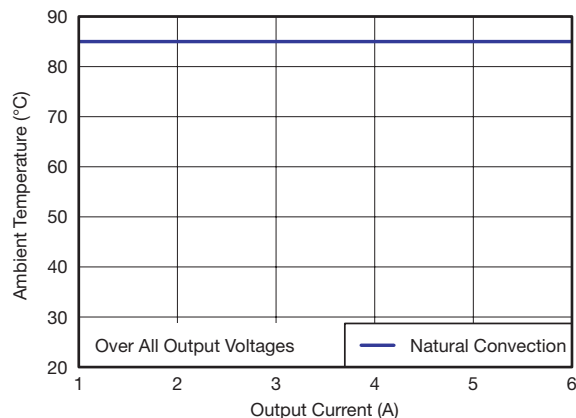

図 4. 安全動作領域
- (2) 温度ディレーティング曲線は、内部コンポーネントの温度がメーカーの指定した最高動作温度以下になる条件を表します。このディレーティング制限は、1オンスの銅を使用した、100mm × 100mmの両面PCBに直接半田付けされたデバイスに対して適用します。図4に対して適用されます。